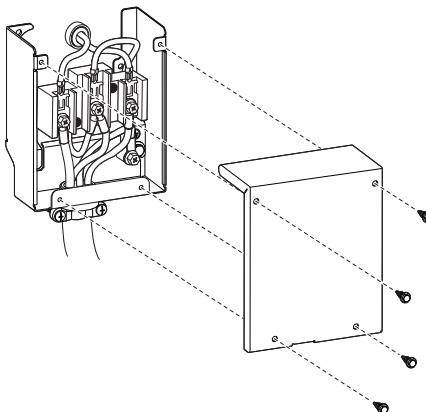

Figure 3 – Retirer la plaque de couverture
2. Ôter le couvercle du logement qui se trouve sur le coin inférieur gauche à l'arrière de la sécheuse. Voir la figure 3.